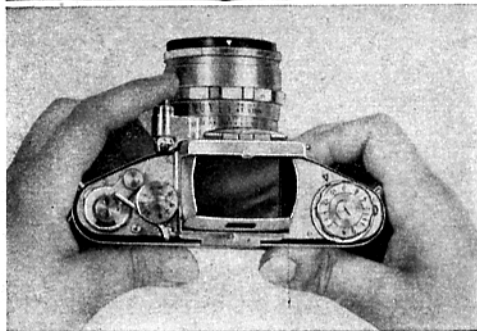

fig. 11
Pour régler le temps de pose, soulevez la couronne du bouton (8), tournez-la dans le sens de la flèche jusqu'à ce que le temps désiré soit en face du repère rouge gravé sur la partie centrale immobile. Puis laissez retomber la couronne du bouton (8). Vous réglerez l'obturateur de la même manière pour les temps de pose B ou T. Le déclenchement (fig. 11) s'obtient par pression sur le bouton de déclenchement (3) qui peut recevoir un déclencheur flexible.